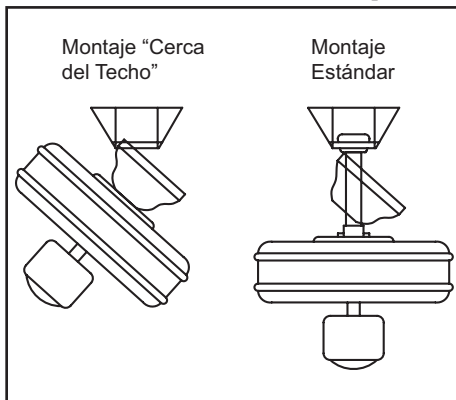

Figura 11
4. Con cuidado alza el ensamblado hacia la placa de montaje del techo y cuelga el ventilador del gancho suministrado usando uno de los orificios en el borde exterior de la cubierta de techo (Figura 11). Si usas el montaje estándar, asienta la bola de soporte en el casquillo de la placa de montaje.
EL GANCHO COMO SE MUESTRA EN LA FIGURA 11 SOLAMENTE ES PARA SOSTENER EL VENTILADOR MIENTRAS SE CONECTAN LOS CABLES. SI NO SE CUELGA COMO SE MUESTRA EN LA FIGURA 11, PUEDE ROMPERSE EL GANCHO, Y EL VENTILADOR SE CAERÁ. EL GANCHO DEBE PASAR DE ADENTRO HACIA FUERA DE LA CUBIERTA